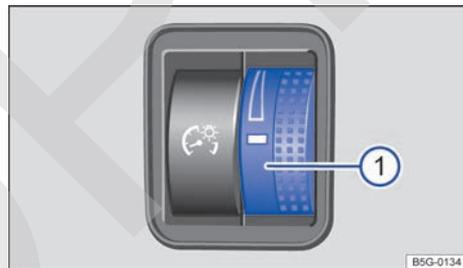

Fig. 85 Junto al volante: regulador de la iluminación de los instrumentos y los mandos ①.
◀ En función del equipamiento del vehículo, la intensidad de la iluminación de los instrumentos y los mandos se puede regular sin escalonamientos girando el regulador → fig. 85 ① con las luces encendidas.